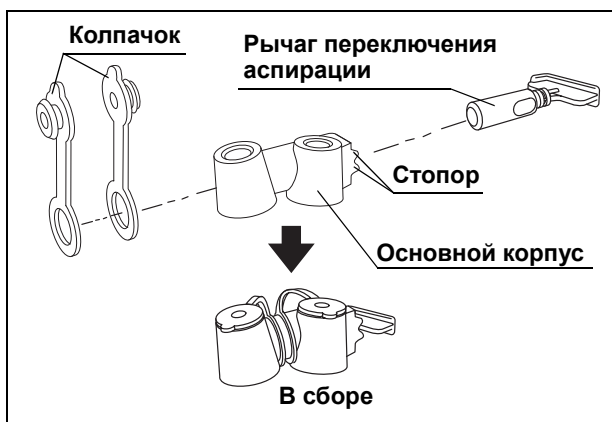

Рис. 3.8
2. Плотно вставьте оба колпачка, а затем вставьте рычаг переключения аспирации до упора в основной корпус так, чтобы он располагался напротив стопора на основном корпусе (см. Рис. 3.8).